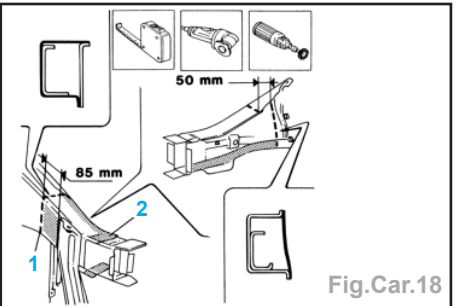

Fig.Car.18
- Découper à la scie circulaire en suivant les lignes de découpe (1) et en respectant la mesure indiquée (Fig.Car.18).